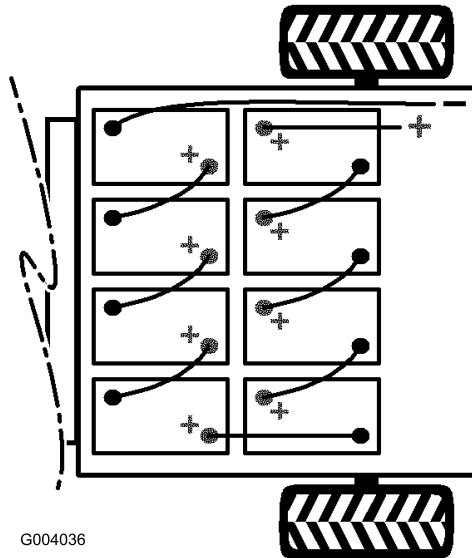

Bild 6
4. Setzen Sie die Batterien ein, siehe Bild 6.
Hinweis: Achten Sie auf die Batteriepolarität, wenn Sie neue Batterien einsetzen (Bild 6).
- Ziehen Sie die Schraube fest und befestigen Sie die andere Seite des Clips mit einer neuen Schraube (5/16 x 3/4 Zoll) und einer Bundmutter (5/16 Zoll) (Bild 6)
- Schließen Sie das lange, rote, positive Kabel zwischen dem Batterieverteiler und dem Fahrzeug an (Bild 6).
- Schließen Sie das lange, schwarze, negative Hauptkabel zwischen dem Batterieverteiler und dem Fahrzeug an (Bild 6).
- Verbinden Sie die Batterien mit den Batteriekabeln, die in den losen Teilen enthalten sind, siehe Bild 6. Achten Sie darauf, dass die verlegten Kabel nicht mit scharfen Kanten in Berührung kommen.